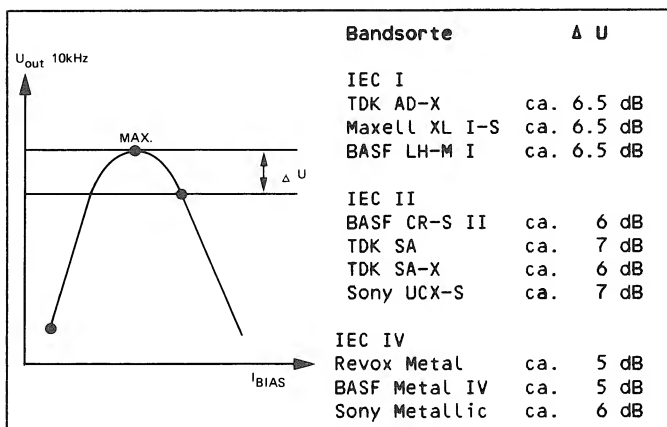

Fig. 5.5
- im Uhrzeigersinn gemäss Fig. 5.5 über das Maximum drehen